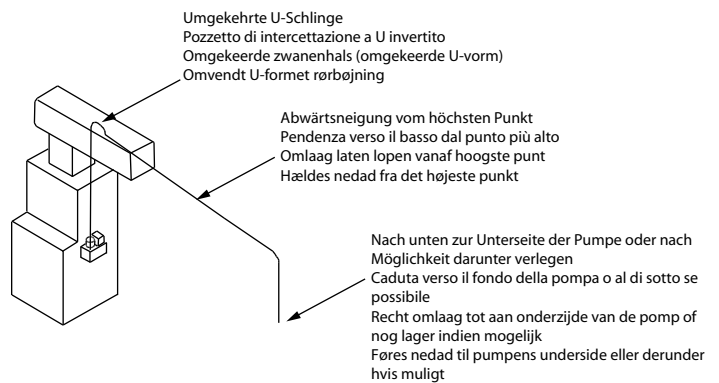

Fig. 6 • Abb. 6 • Afb. 6 (DE/IT/NL/DA)
- Die Ablassleitung (Abbildung 6) sollte ein flexibler Schlauch sein, der mit einer Schlauchklemme (nicht im Lieferumfang enthalten) oder einem Rohr (max. 1 cm [3/8 Zoll] Innendurchmesser, um übermäßigen Rückfluss in das Gerät zu vermeiden) stabilisiert wird. Verlegen Sie die Ablassleitung von der Pumpe gerade und so hoch wie nötig nach oben (jedoch nicht oberhalb des Kopfes/GPH der Pumpe). Lassen Sie die Ablassleitung von diesem hohen Punkt leicht auf einen Punkt oberhalb des Auslasses abfallen, verlegen Sie sie dann nach unten und zu einem Punkt, der ungefähr auf gleicher Höhe wie die Unterseite der Pumpe oder darunter liegt. Dies erzeugt einen absaugenden Effekt, was die Pumpenleistung verbessert und in den meisten Fällen ein Rückflussventil überflüssig macht. Falls die Ablassleitung nicht nach unten hin verlegt werden kann, binden Sie direkt oberhalb der Pumpe am höchsten Punkt eine umgekehrte U-förmige Schlinge ein.